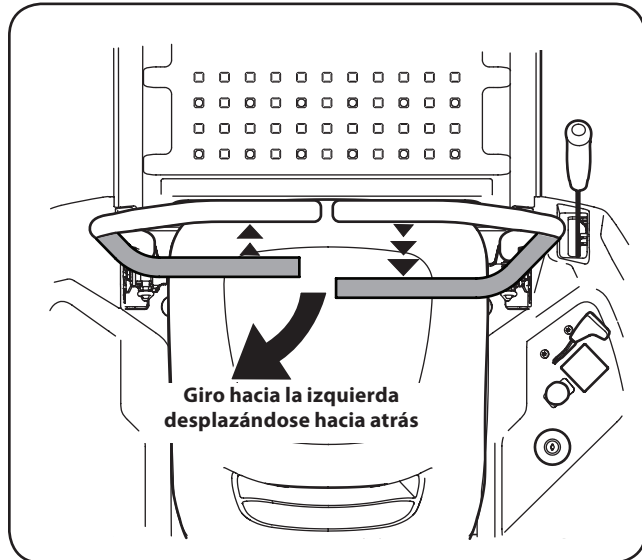

Figura 5-7
1. Para girar a la izquierda mientras se desplaza marcha atrás, mueva la palanca de control del lado izquierdo hacia adelante respecto de la palanca derecha. Consulte la Figura 5-7.